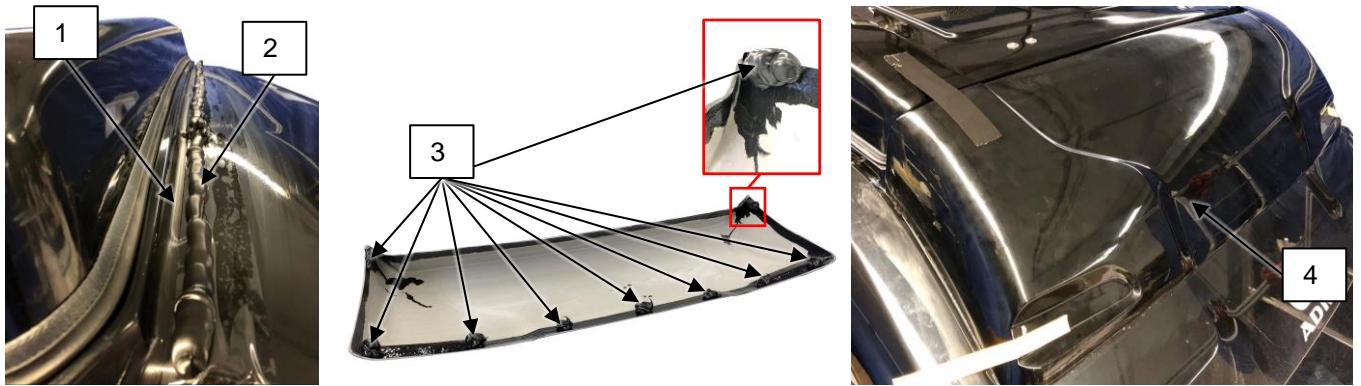

Abb. 3-3: Montage des Frontspoilers / Installation of the front spoiler
- Die Vorderseite des GFK-Rahmens verfügen (s. Abb. 3-3, 1)
- Seal the front of the GRP frame (see Abb. 3-3, 1)